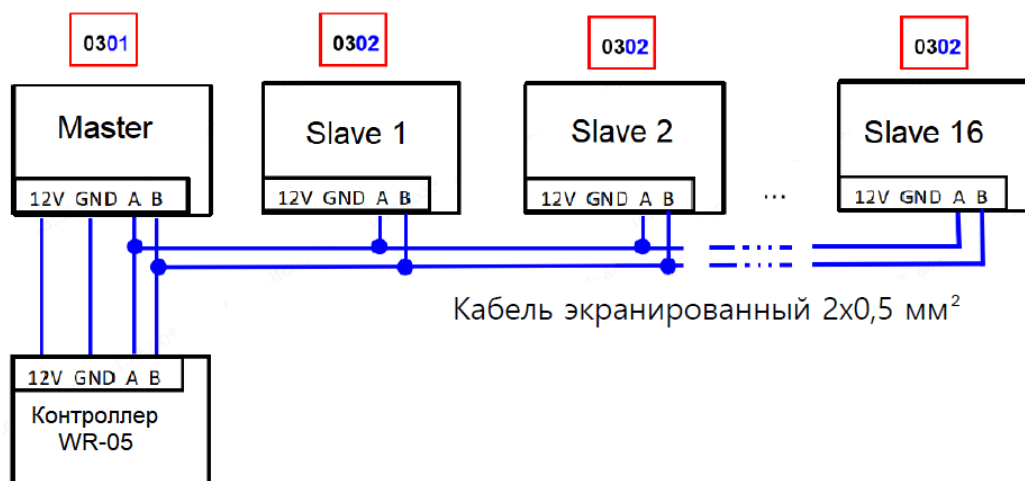

Рис.12
- Соединить между собой фанкойлы посредством контактов **A, B** на платах управления (см. схему рис.12).